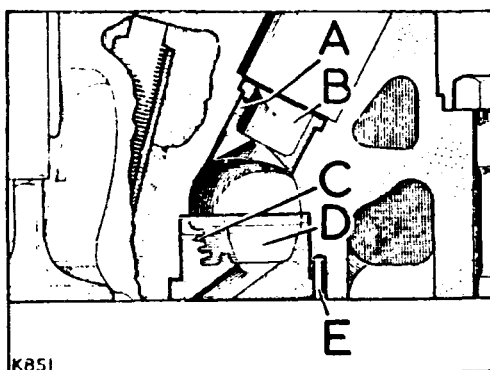

Fig. A4-85.- Sección transversal del apoyo del inyector y precámara de combustión.
- 5.1.- Para extraer la precámara de combustión se utilizará un botador de metal blando, que se introduce a través del apoyo de inyector (B) (Fig. A4-85), golpeándose la precámara de combustión desde el interior. La precámara será desecheda y en la operación se pondrá el máximo cuidado para no deteriorar el apoyo del inyector. Si es éste el que hay que sustituir, se empujará con un botador de cabeza redonda.
- 5.4.- La precámara (D) (Fig. A4-85) puede montarse golpeándola suavemente hasta que encaje en su alojamiento, con un mazo de plástico. Una vez instalada debe verificarse el montaje con un micrómetro de esfera, para asegurarse que no sobresale de la superficie de áquellas más de 0,01" (0,025 mm.) y que no queda por debajo de la superficie de áquella más de 0,002" (0,05 mm.)